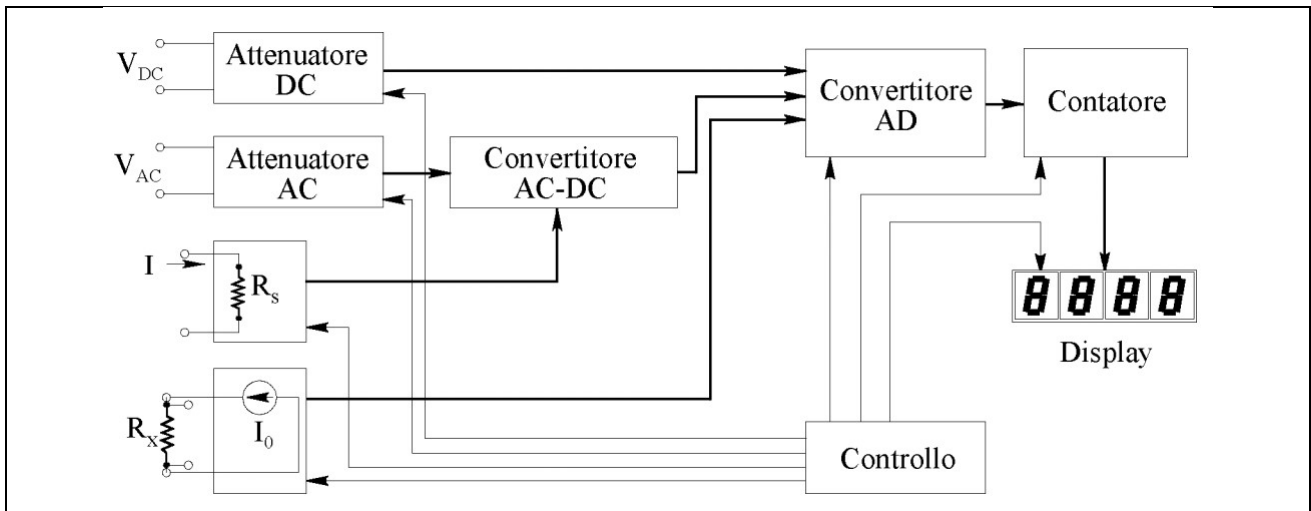

Figura 2: Schema a blocchi di un multimetro digitale
Lo schema a blocchi per un classico multimetro digitale è riportato nella Figura 2.
Fra i componenti dello schema a blocchi di Figura 2, si osserva innanzitutto la rete attenuatrice in ingresso, che ha lo scopo di ridurre i segnali di tensione a valori sopportabili dai circuiti elettronici successivi.
In tal modo il convertitore analogico/digitale (AD) tratta sempre segnali di tensione continui che possono essere digitalizzati tramite convertitori analogico/digitali particolarmente accurati, per esempio del tipo a conteggio di impulsi (vedi il contatore in Figura 2).
Lo strumento digitale di base è un misuratore di tensioni, cioè un voltmetro. Pertanto le altre grandezze elettriche, per poter essere misurate, sono preventivamente convertite in tensione. Normalmente le misure di corrente avvengono tramite una resistenza tarata R_s , interna allo strumento. La corrente I viene fatta passare nella resistenza R_s misurando la caduta di tensione $R_s I$ che la corrente in esame provoca ai suoi capi (vedi Figura 2).
In serie alla resistenza R_s , anche se non mostrato in Figura 2, spesso è presente un fusibile, a protezione della stessa e della circuiteria collegata.